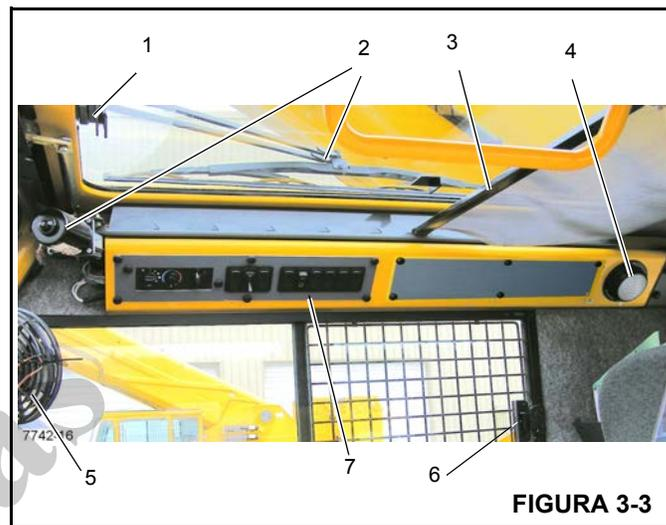

FIGURA 3-3
A trava do teto solar (1, Figura 3-3) localiza-se na frente do teto solar. Aperte a trava e deslize a janela para trás para abrir. Para fechar, deslize a janela para trás até que a trava encaixe.
O limpador do teto solar (2, Figura 3-3) é controlado pela chave do teto solar, (4, Figura 3-4) e é operado pelo motor do limpador.
O protetor do teto solar (3, Figura 3-3) é usado para diminuir a incidência direta da luz do sol. O protetor é autorretrátil e pode ser ajustado para filtrar toda a luz ou ajustado para trás, encaixando-o nos entalhes existentes.
A luz de teto da cabine (4, Figura 3-3) localiza-se no canto traseiro direito do console do teto da cabine e ilumina a cabine. A luz de teto é controlada por uma chave na própria luz.
O ventilador de circulação da cabine (5, Figura 3-3) localiza-se no lado dianteiro esquerdo da cabine, acima da estrutura da janela. Uma articulação permite que o ventilador gire e uma chave em sua base controla a operação. A chave possui as posições alta, baixa e desligada.
A janela do lado direito da cabine pode ser aberta. Aperte a trava (6, Figura 3-3) para liberar e deslize para a frente. Para fechar, deslize a janela para trás até que a trava encaixe.
A chave reguladora de luz do painel (5) (Figura 3-4) controla a iluminação dos controles do teto do aquecedor/ar-condicionado e do indicador de temperatura do óleo da transmissão (7) (Figura 3-3). Pressione a chave para aumentar ou diminuir a iluminação do painel.